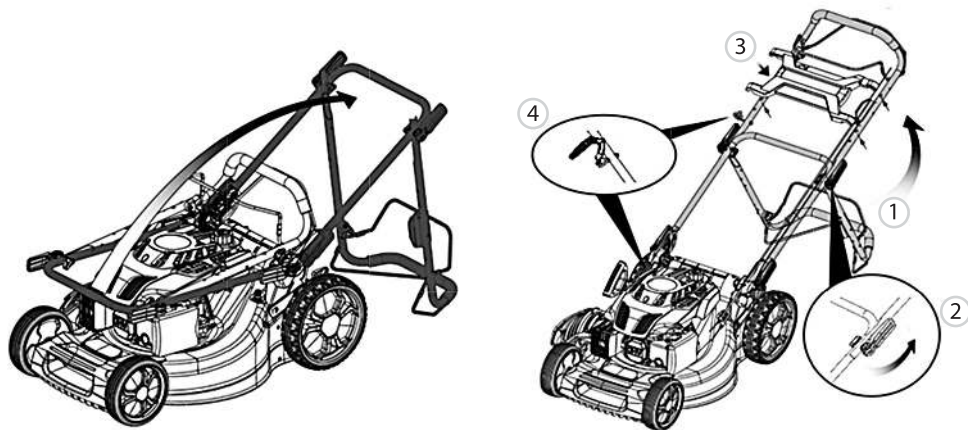

Рис. 4
**Для модели GLD-520SP.** Отведите назад установленную нижнюю часть рукоятки, как показано на рис. 4. Присоедините верхнюю часть рукоятки к нижней части рукоятки с помощью комплекта крепежа (рис. 4). Зафиксируйте тросы управления пластиковым фиксатором из комплекта.